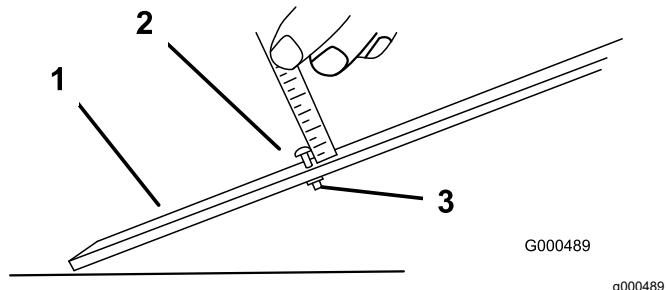

Рисунок 8
1. Ослабьте гайку мерной планки и установите регулировочный винт на требуемую высоту скашивания (Рисунок 8).